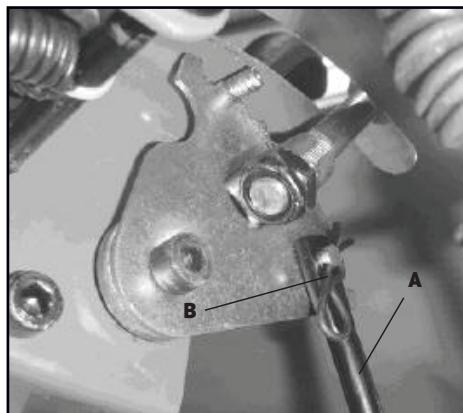

Рис. 3
- Вытащите шплинт **B**, соедините штангу **A** с рукояткой панели через отверстие и зафиксируйте шплинтом **B** снова (рис.3).